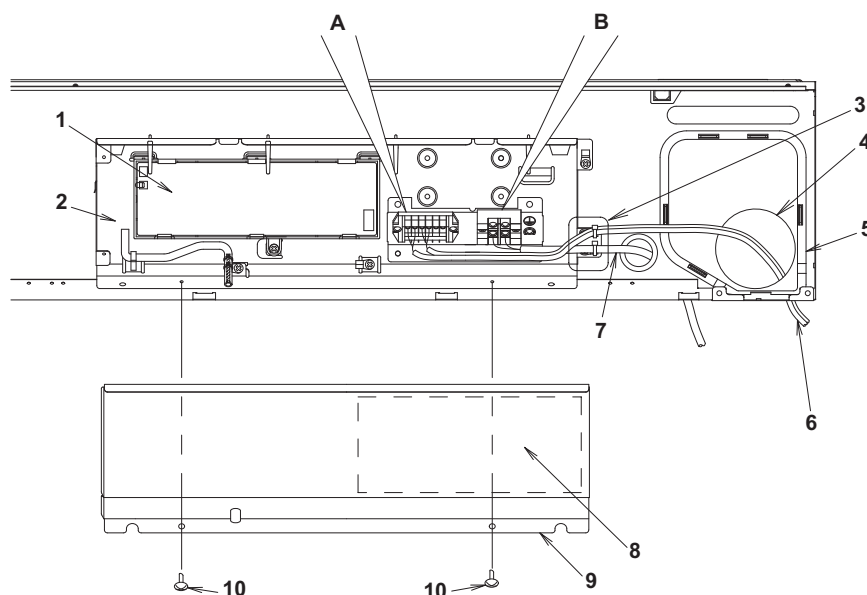

Bild 31
- (1) Håll i reglerboxen och lossa förankringsskruvarna (2 stycken). Ta sedan bort luckan till reglerboxen **(Se bild 31)**.
- (2) Ta ut genomföringshålet och sätt bussningen (10) (tillbehör) på bak- eller ovansidan (metallplåt).
- (3) Dra in strömförsörjningskablaset genom hålet och anslut till kopplingsplinten för strömförsörjning (X2M, dipol) **(Se bild 31)**. Anslut jordledningen till jordningskontakten. Bunta sedan ihop dem och fäst med det medföljande kabelfästet (11) och klämman (4) så att kablaset inte belastas. **(Se bild 32)**